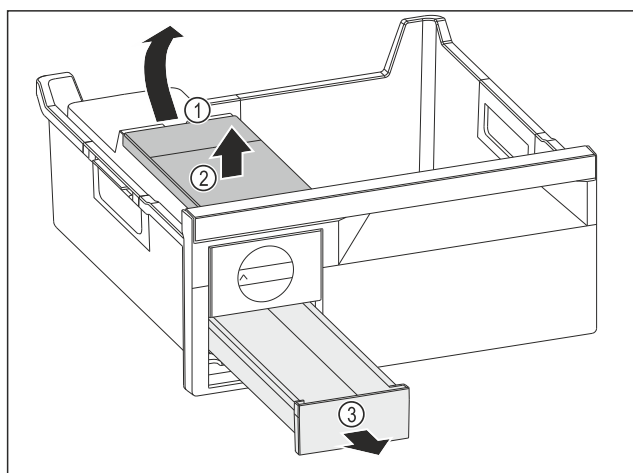

Fig. 182
- ▶ Estrarre il serbatoio dell'acqua: Sollevare il serbatoio dell'acqua nel vano Fig. 182 (1).
- ▶ Estrarre il serbatoio dell'acqua Fig. 182 (2) verso l'alto.
- ▶ Estrarre il cassetto del ghiaccio Fig. 182 (3) in avanti.